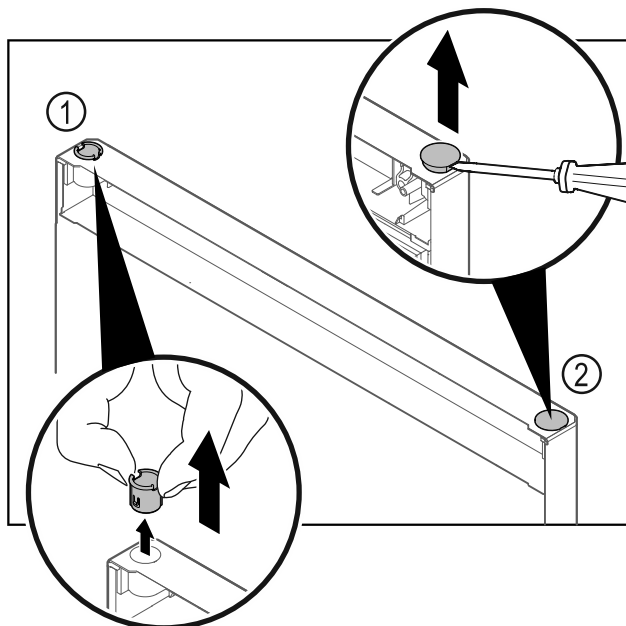

Fig. 27 Hűtőrész ajtaja
- Húzza ki az ujjával a csuklópánt-perselyt Fig. 27 (1).
- A fedődugót Fig. 27 (2) egy csavarhúzóval óvatosan emelje meg és húzza ki.